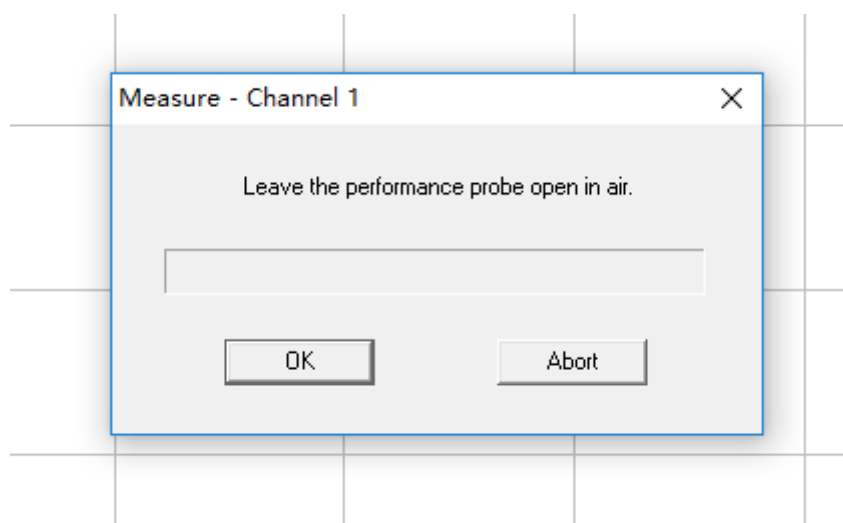

图 12.校准
- 1) **【空气】**: 将探头底部暴露于空气中，如图 12 所示，点击屏幕上的**【Ok】**按钮，等待几秒钟，待测量完成后进入下一步；